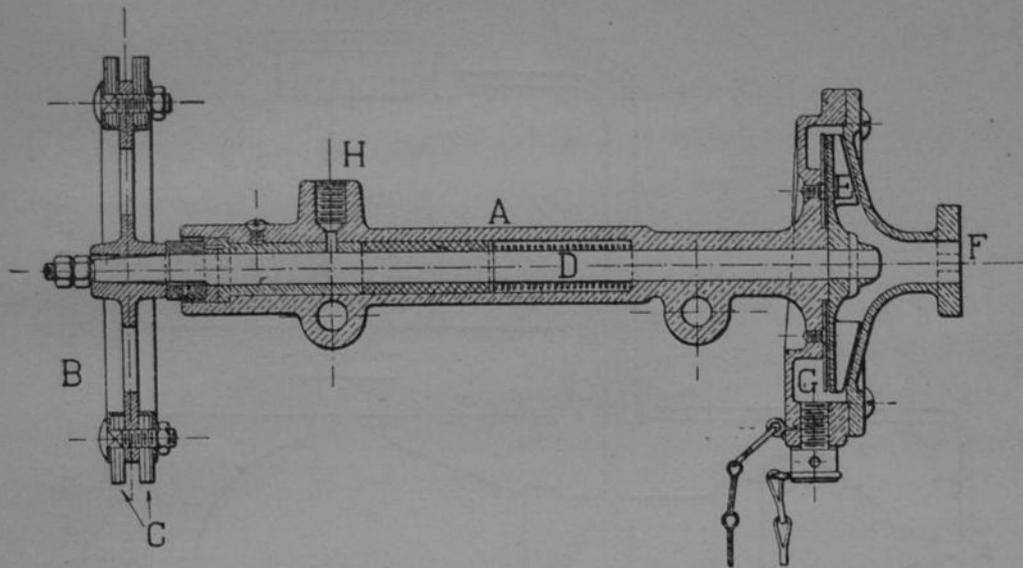

Fig. 20. — Pompe centrifuge.
**Pompe centrifuge.** — C'est une pompe (*fig. 20*) entraînée par friction sur le volant du moteur. Elle se compose du corps de pompe à l'intérieur duquel se trouve un disque E muni d'ailettes ou nervures; ce disque comporte six grandes ailettes entre lesquelles sont intercalées de petites nervures destinées à empêcher les remous de l'eau entre les ailettes.